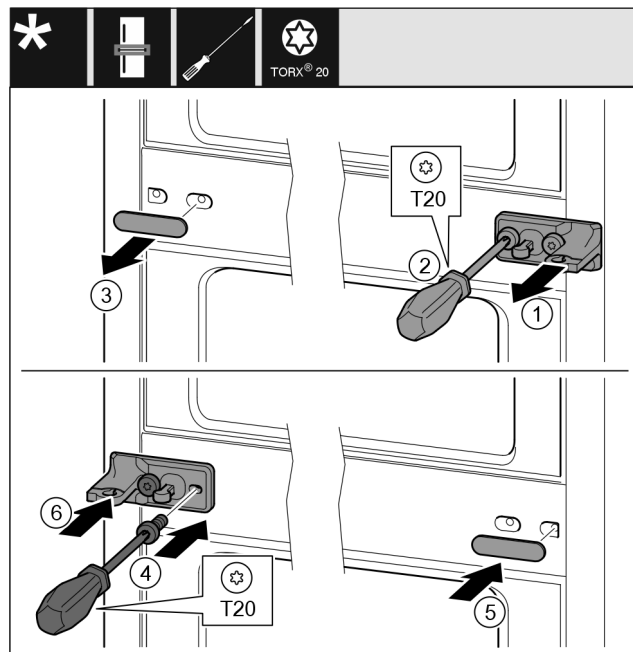

Fig. 33
- Scheibe abziehen. Fig. 33 (1)
- Schrauben mit Schraubendreher T20 herausdrehen. Fig. 33 (2)
- Abdeckung vorsichtig abziehen. Fig. 33 (3)
- Lagerbock mit Folie um 180° gedreht auf der anderen Seite fest anschrauben. Fig. 33 (4)
- Abdeckung um 180° gedreht auf der anderen Seite anbringen. Fig. 33 (5)
- Scheibe von vorn aufschieben. Fig. 33 (6)